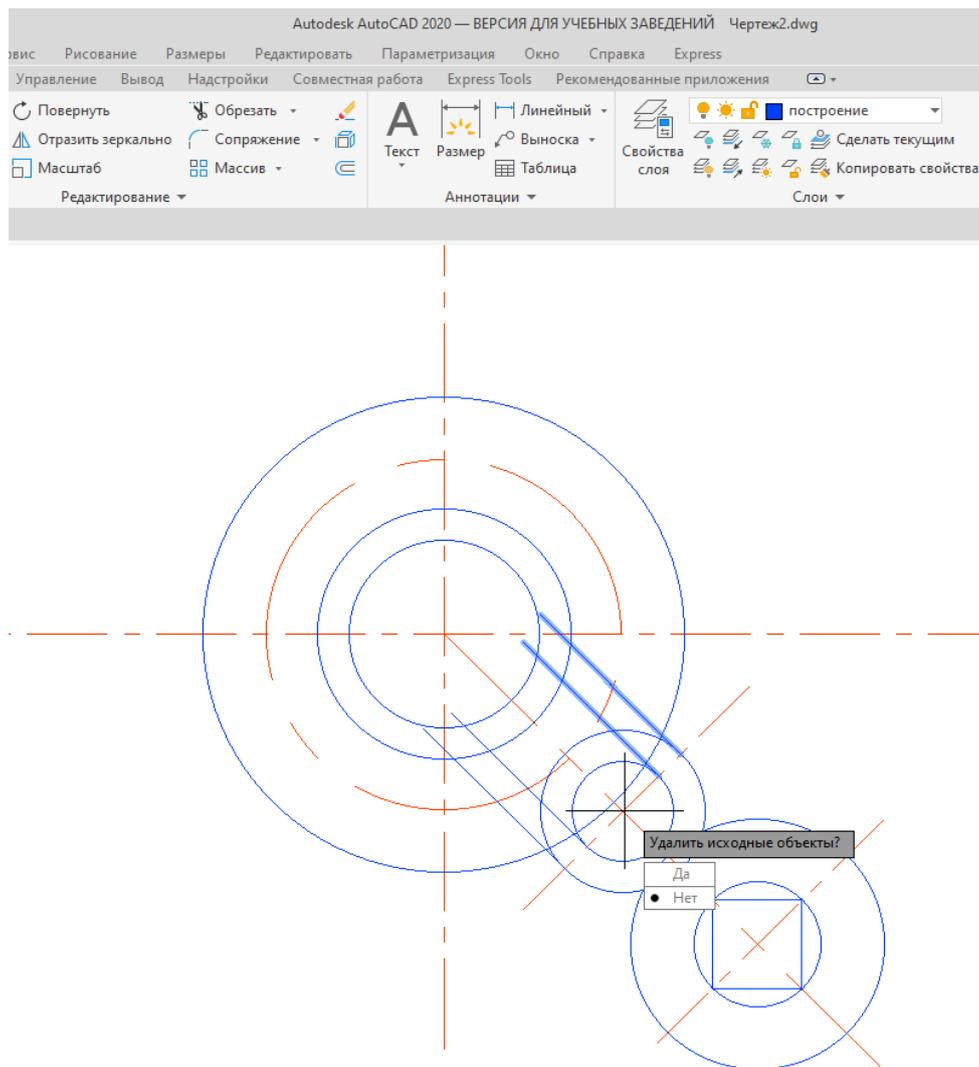

Рис. 2.14. Зеркальное отображение параллельных наклонных линий
**10.** Отразите зеркально построенные отрезки относительно наклонной оси, используя команду **Отразить зеркально**  (вкладка **Главная**, панель **Редактирование**), рис. 2.14.